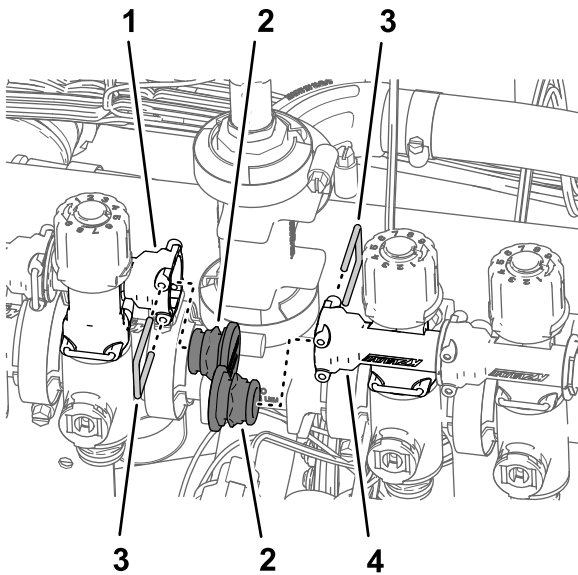

Bild 99
3. Entfernen Sie die Halter, mit denen die Stöpsel in der Buchse des Schnelltrennschlücks am Düsenventil 5 und Düsenventil 6 befestigt sind, und entfernen Sie die Stöpsel (**Bild 99**).